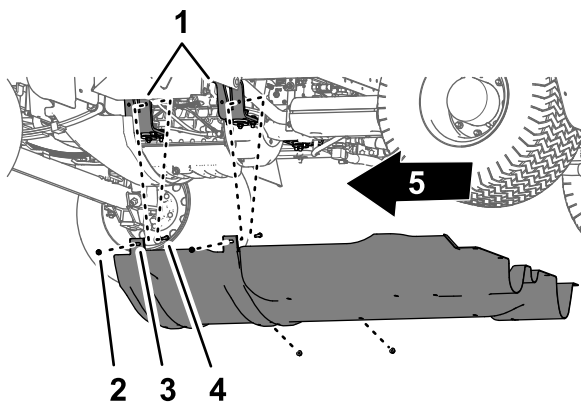

Bild 60
- Nehmen Sie die vier Sicherungsbundmutter (5/16") von den Schrauben und der Schlossschraube ab, mit denen die Befestigungsösen der Fahrwerkabdeckung an den Befestigungshalterungen des Motors der Maschine befestigt sind (Bild 60).
- Nehmen Sie die Fahrwerkabdeckung von der Maschine ab (Bild 59 und Bild 60).
- Fluchten Sie die Fahrwerkabdeckung mit dem unteren Chassis der Maschine aus, siehe Bild 60 in Entfernen der Fahrwerkabdeckung (Seite 53).
- Schieben Sie die Befestigungsnasen der Fahrwerkabdeckung über die Schrauben und die Schlossschraube an den Motorbefestigungshalterungen der Maschine, siehe Bild 60 in Entfernen der Fahrwerkabdeckung (Seite 53).
- Befestigen Sie die Fahrwerkabdeckung mit den vier Sicherungsbundmutter (5/16"), die Sie in Schritt 2 von Entfernen der Fahrwerkabdeckung (Seite 53) entfernt haben, an den Befestigungshalterungen des Motors (Bild 60).